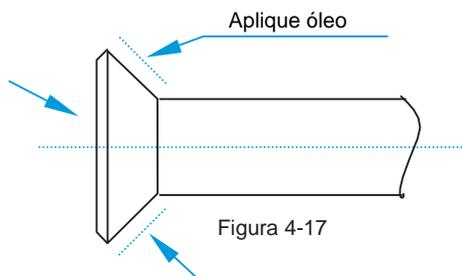

Figura 4-17
- Antes da tampa ser instalada na boca do tubo, aplique um pouco de óleo na boca (tanto dentro como fora), depois rode-a três ou quatro vezes antes de apertar a tampa. Ver Figura 4-17.